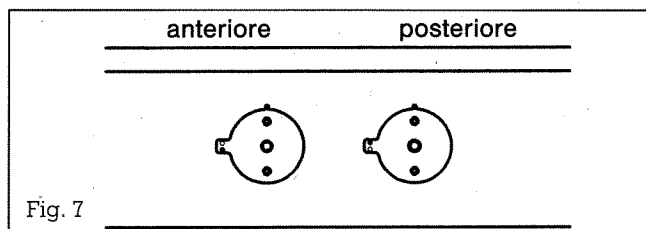
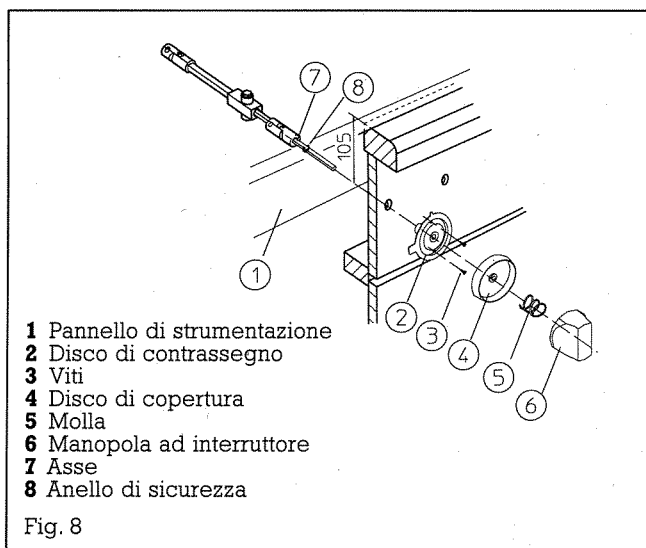

Fig. 7
Fig. 8
- a. Infilare l'asse dall'interno (v. fig. 8) attraverso il pannello ed il foro dello stesso.
11. Inserire il disco di contrassegno **2** (fig. 8) sull'asse nel foro del pannello come indicato dalla fig. 7 ed allinearli. Fissarlo quindi con le 2 viti in dotazione **3**. Il contrassegno della piastra di cottura si trova a sinistra.
13. Spingere sull'asse **7** il disco di copertura **4** con il contrassegno verso l'alto. Inserire la molla **5** e la manopola **6** (fig. 8), **verificando che la meccanica della manopola funzioni.**